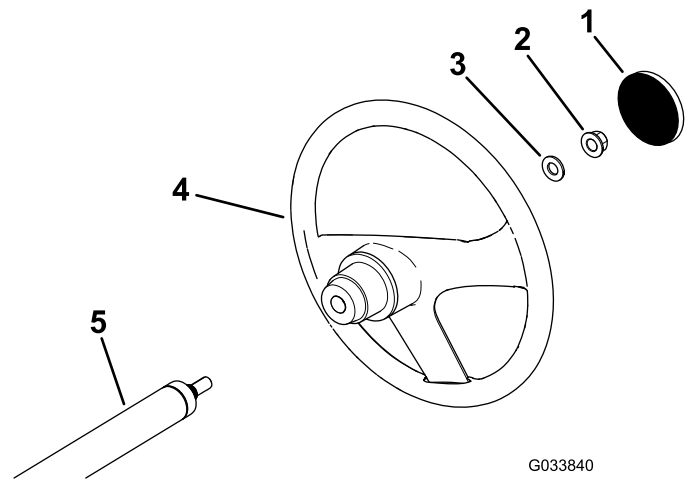

Bild 3
- Nehmen Sie die Abdeckung (falls vorhanden) von der Nabe des Lenkrads ab (Bild 3).
- Entfernen Sie die Sicherungsmutter (1/2") von der Lenkwelle (Bild 3).
- Schieben Sie das Lenkrad und die Scheibe (1/2") auf die Lenkwelle (Bild 3).
- Befestigen Sie die Abdeckung am Lenkrad (Bild 3).